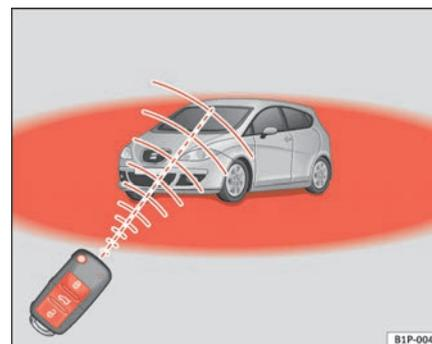

Fig. 64 Raggio d'azione del telecomando
- Il telecomando funziona soltanto se azionato all'interno del suo campo d'azione ⇒ pag. 103, fig. 64 (settore rosso).